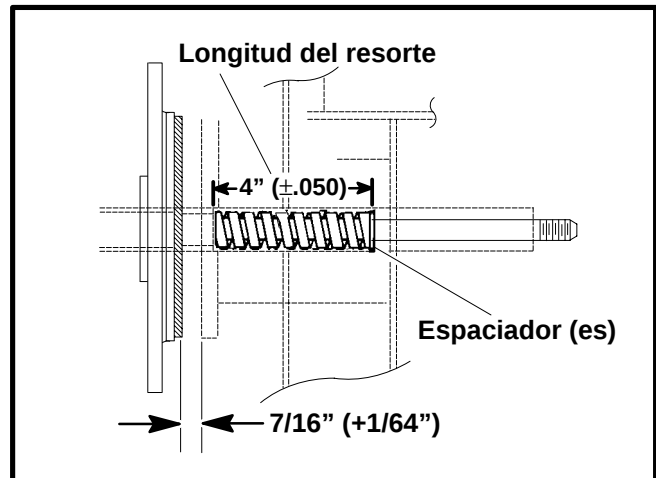

Figura 30
5. Instale las arandelas y el cojinete en la leva y deslícelos en el lugar apropiado del eje. Vea la Figura 30.
4. Si la longitud del resorte es correcta y la medida no es de $7/16"$, inserte o remueva la cantidad apropiada de los espaciadores de $.030"$ (.762 mm) (Parte nro. 515200) para obtener la medida correcta. Vea la Figura 30.